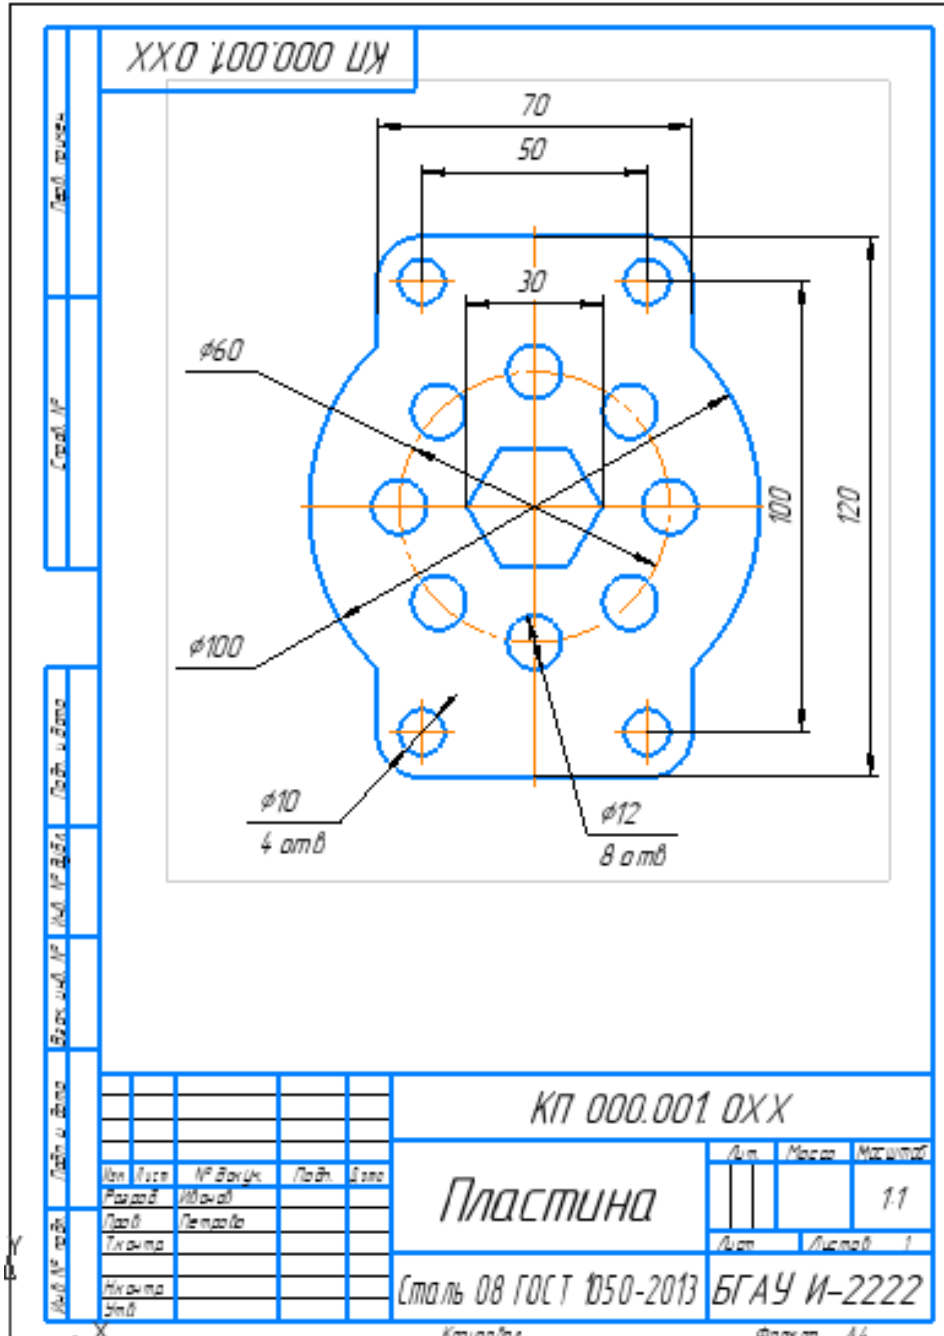

Рисунок 9.
1. Выполнить чертеж пластины в масштабе 1:1 (рисунок 9).